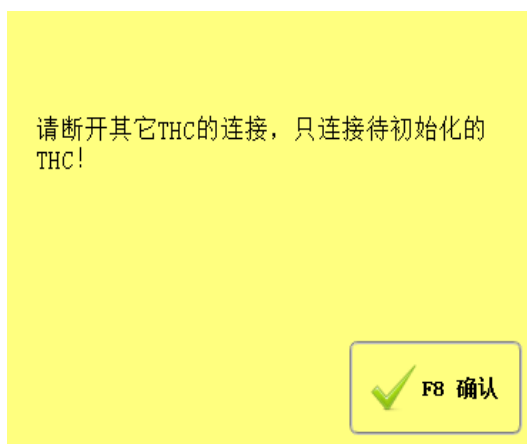

图 12.2 THC 初始化链接
- 进入调高器配置界面：将实际的调高器 1 接入系统，断开其它的调高器。点击【初始化 THC1 连接】按钮。会弹出确认对话框，如图 12.2 所示